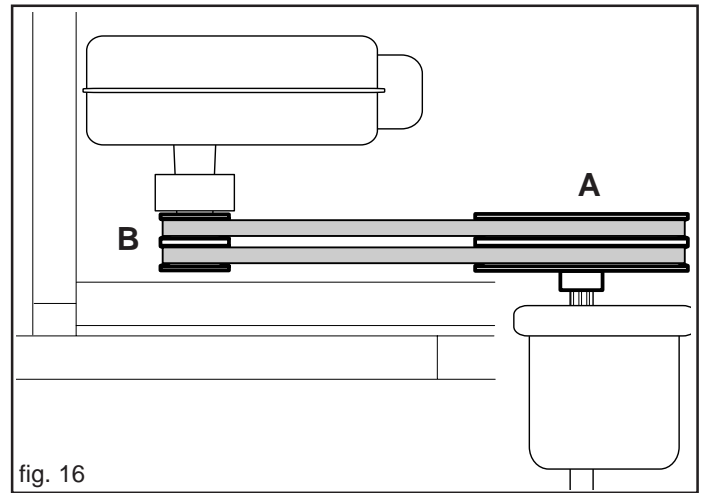

fig. 16
- 1) Die Riemen werden zwischen die an dem hinteren Leistungsabgreifpunkt der Egge und an dem Zentrifugalanschluss des Gebläses angebrachten Riemenscheiben eingelegt (Abb. 16).